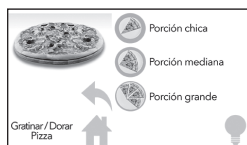

Figura 15
1. Oprima el ícono de **Gratinar/Dorar** (Figura 15)